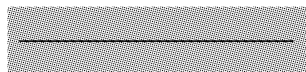

图 3-2 原理图中的导线
(1) 元件：在 Altium Designer Release 10 的原理图设计中,元件将以元件符号的形式出现,元件符号主要由元件管脚和边框组成。
(2) 铜箔：在 Altium Designer Release 10 的原理图设计中,铜箔分别有如下表示。
① 导线：原理图设计中导线也有自己的符号,它将以线段的形式出现。在 Altium Designer Release 10 中还提供了总线用于表示一组信号,它在 PCB 上将对应一组铜箔组成的实际导线。图 3-2 所示为原理图中采用的一根导线,该导线有线宽的属性,但是这里导线的线宽只是原理图中的线宽,并不是实际 PCB 板上的导线宽度。
② 焊盘：元件的管脚将对应 PCB 上的焊盘。